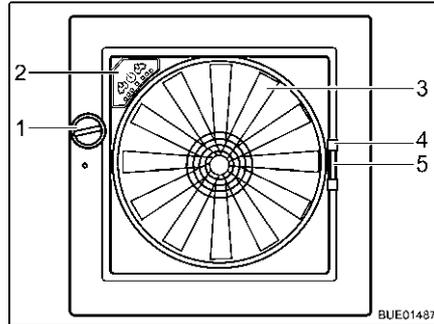

Fig. 95 Claraboya Omni-Vent
**Abrir:** ■ Girar el botón giratorio (Fig. 95,1) hasta alcanzar el ángulo de apertura deseado.
**Cerrar:** ■ Girar el botón giratorio (Fig. 95,1) hasta que la claraboya esté completamente cerrada.
**Cerrar:** ■ Tirar del tirador (Fig. 95,4) de la protección contra insectos hacia el lado opuesto del marco.
**Cerrar:** ■ Comprimir el tirador (Fig. 95,5) del oscurecedor.
Cuando la claraboya está abierta, el interior del vehículo se puede ventilar con el ventilador de 6 niveles (Fig. 95,3). El ventilador se maneja a través del cuadro de mando (Fig. 95,2).